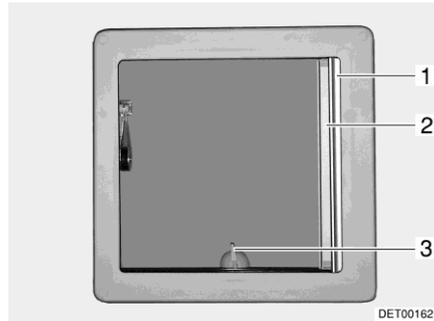
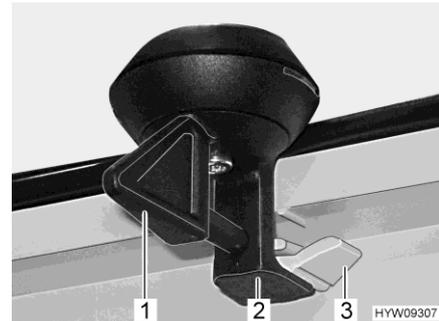

Fig. 50 Claraboya inclinable
Fig. 51 Bloqueo (claraboya inclinable)
- Girar la palanca (Fig. 50,3 ó Fig. 51,1) un cuarto de vuelta.
- Girar la palanca un cuarto de vuelta. El bloqueo (Fig. 51,2) tiene que deslizarse al interior de la pestaña inferior (Fig. 51,3).
Cerrar: ■ Extraer del estor plegable (Fig. 50,1) y soltarlo en la posición deseada. El estor plegable se queda fijo en esta posición.
Cerrar: ■ Tirar la mosquitera enrollable (Fig. 50,2) hasta que engatille en el bloqueo del lado contrario.